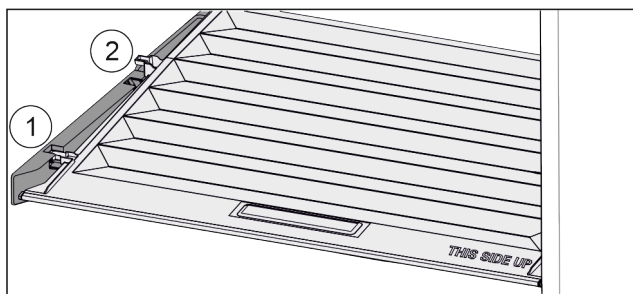

Fig. 126
- Trekk dekselet til åpningen i holdedelene fremover Fig. 126 (1).
- Løft ut nede bak og ta opp og ut Fig. 126 (2).